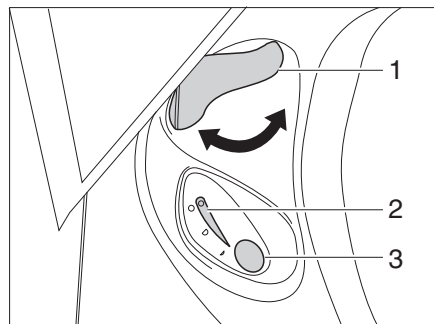

Bild 144 Reglage Thetford-toalett
- Öppna spjället på Thetford-toaletten före spolning. Därtill vrids spjällspaken (Bild 144,1) moturs.
- För att spola, tryck på den blå spolknappen (Bild 144,3).
- Efter spolning stängs spjället. Därtill vrids spjällspaken (Bild 144,1) medurs.
Kontrolllampan (Bild 144,2) lyser när Thetford-kassetten måste tömmas.
- Spjällspaken (Bild 144,1) vrids medurs. Spjället stängs. För att kunna tömma toaletten **måste** spjället vara stängt i Thetford-toaletten.